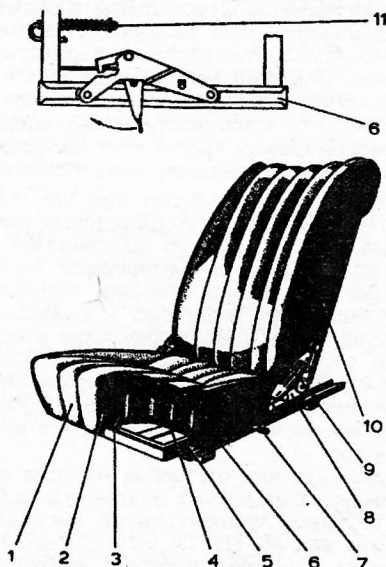

Рис. 307. Сиденье водителя:
**Сиденья.** Сиденья в кабине водителя установлены в гнездах на кожухах передних колес и зафиксированы защелками 11 (рис. 307). Конструкция крепления обеспе-